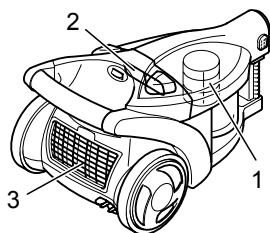

Abb. 19
- Lamellen-Zentralfilter (Abb. 19/1)
- Motorschutzfilter (Abb. 19/2)
- Hygiene-Ausblasfilter (Abb. 19/3)